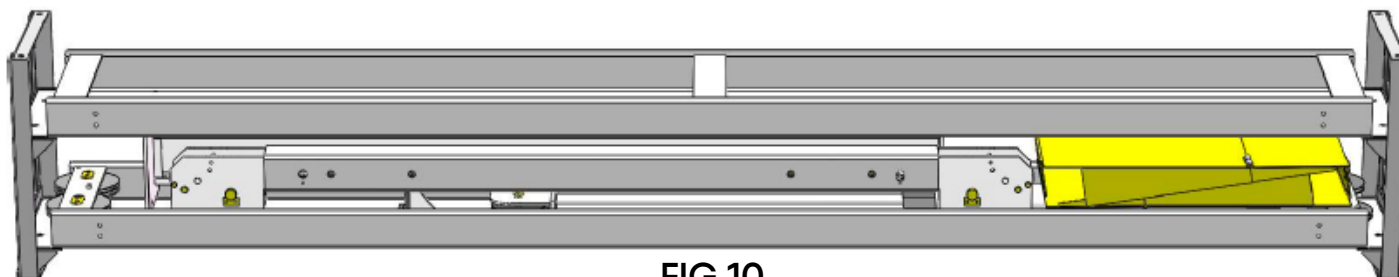

FIG.10
3. Mova as colunas e vigas transversais para a posição de instalação. (ver Fig. 10)